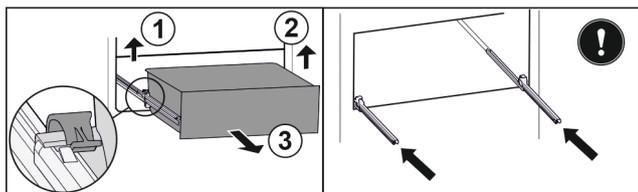

Fig. 137
- ▶ Zvedněte levou svorku a současně vytáhněte zásuvku vlevo dopředu. Fig. 137 (1)
- ▶ Zvedněte pravou svorku a současně vytáhněte zásuvku vpravo dopředu. Fig. 137 (2)
- ▶ Vyjměte zásuvku dopředu. Fig. 137 (3)